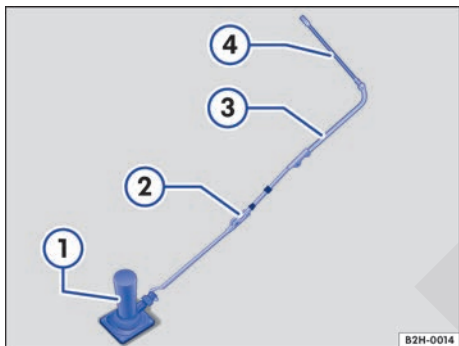

Fig. 183 Crique con prolongación.
- Despliegue la palanca de prolongación → fig. 183 ② de las herramientas de a bordo.
- Enganche la palanca de prolongación en el crique ①.
- Acople la llave de vaso ③ a la palanca de prolongación.
- Encaje la llave de rueda ④ en la llave de vaso.